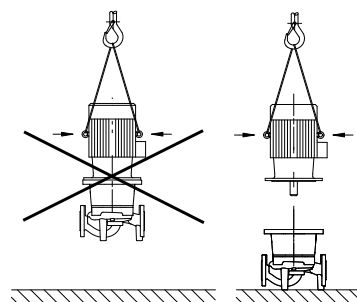

Fig. 7: Trasporto del motore
- Gli occhioni sul motore sono omologati solo per il trasporto del motore, non per quello dell'intera pompa (Fig. 7).